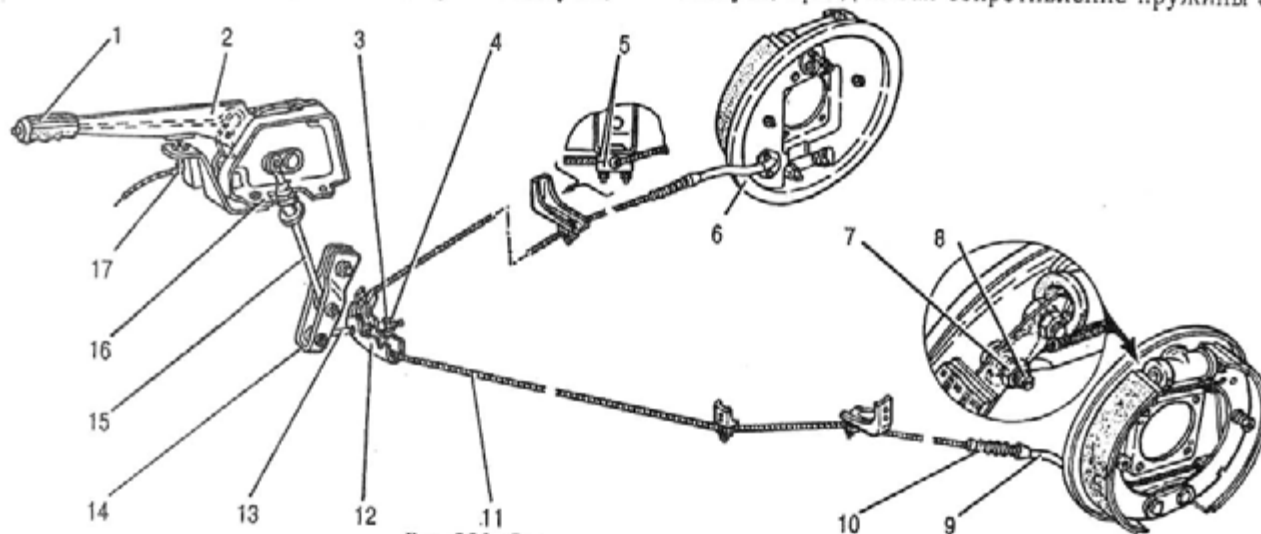
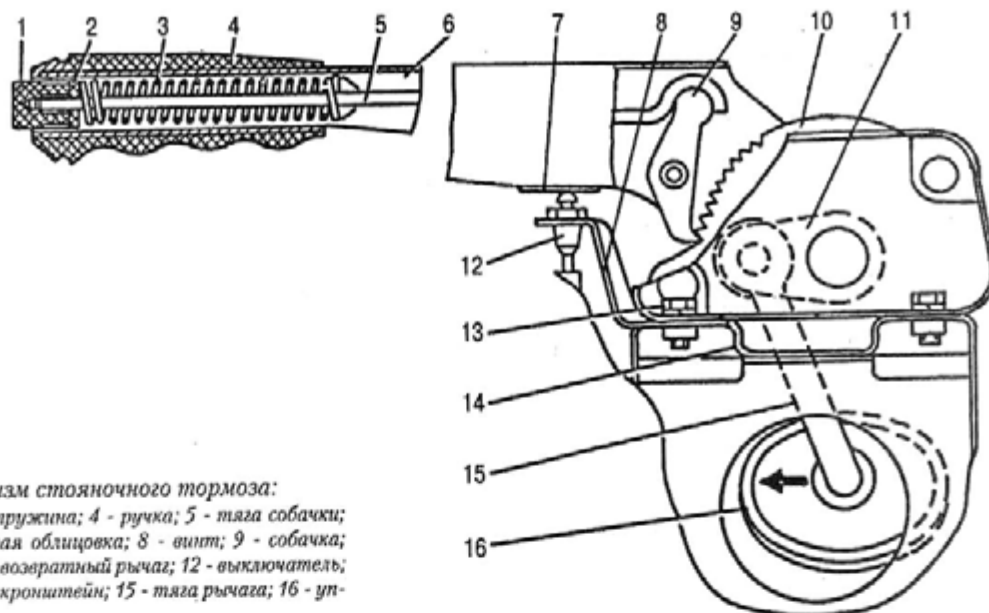

Рис. 239. Стояночная тормозная система:
Рис. 240. Механизм стояночного тормоза:
Стояночная тормозная система (рис. 239) имеет механический привод, действующий на задние тормозные механизмы. Она состоит из механизма привода (рис. 240), который крепится четырьмя болтами 13 к переходному кронштейну 14,
приваренному к передней панели пола, рычага 14 (см. рис. 239), шарнирно закрепленного на кронштейне панели пола, тяги 13 уравнивателя, на которой при помощи гайки 3 и контргайки 4 закреплен уравниватель 12, который служит для равномерного распределения усилия по ветвям троса 11.
При приведении в действие механизма стояночного тормоза рычаг 2 (см. рис. 239), поворачиваясь на своей оси, перемещает вверх тягу 15, которая поворачивая рычаг 14, переместит вперед (по ходу автомобиля) тягу 13 с уравнивателем 12 и тросом 11, который приводит в действие задние тормозные механизмы.
При перемещении вверх рычага 6 (см. рис. 240) освобождается кнопка выключателя 12, которая включает на комбинации приборов красный сигнализатор.
Стояночный тормоз должен обеспечивать надежное удержание автомобиля с полной нагрузкой на уклоне и спуске не менее 16% при приложении к ручке 1 (см. рис. 239) рычага стояночного тормоза усилия, не превышающего 40 даН (40 кгс). При этом запирающий механизм должен сделать 6-7 щелчков. Увеличенный ход рукоятки зависит от степени износа накладок и барабана задних тор-
4. При опущенной в нижнее положение ручке 1 (см. рис. 239) рычага стояночного тормоза отверните контргайку 4, гайку 3 и снимите трос 11 с уравнителя 12.